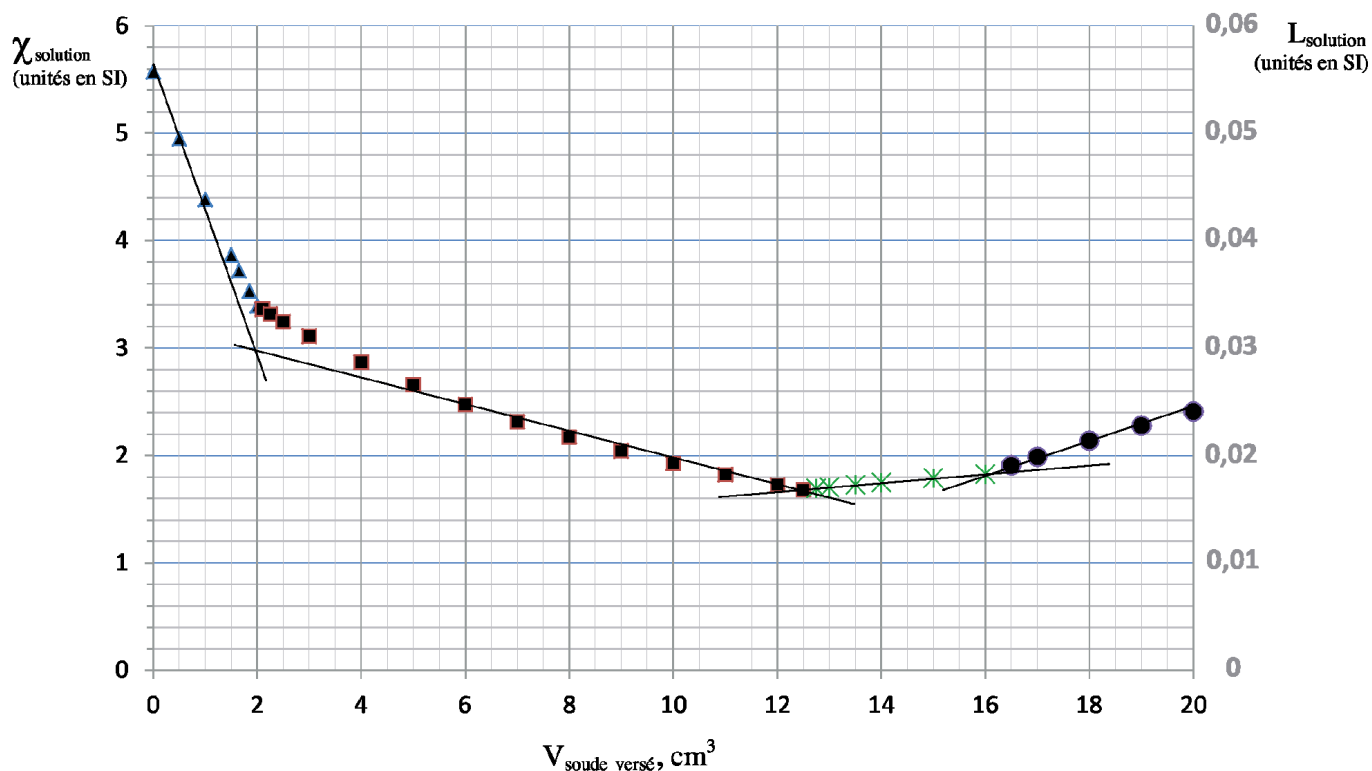

Figure 2
La **figure 2** présente la variation (lors du dosage des 10 cm^3 du résidu R_L par de la soude) de χ_{solution} et L_{solution} , en fonction du volume de soude versé dans le résidu liquide (R_L).
- 8.b.3.** Vérifier, à l'aide des données fournies en début du problème, la valeur de χ (ou de L) indiquée dans la courbe de la **figure 2**, lorsqu'un volume de soude de 15 cm^3 a été versé.